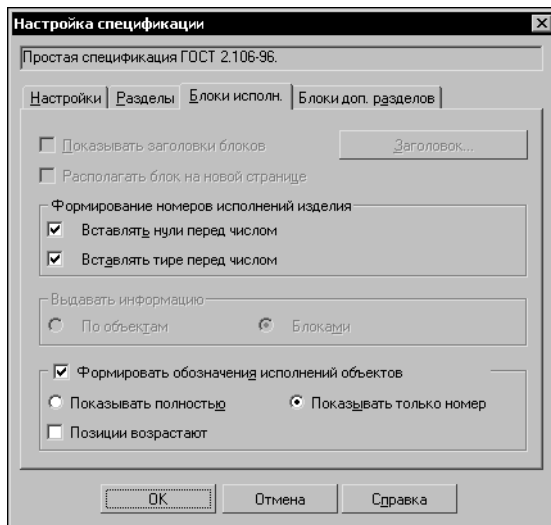

Рис. 6.2. Настройка создания исполнений объектов
2. Активируйте вкладку **Блоки исполнений** появившегося диалога настройки спецификации (рис. 6.2).